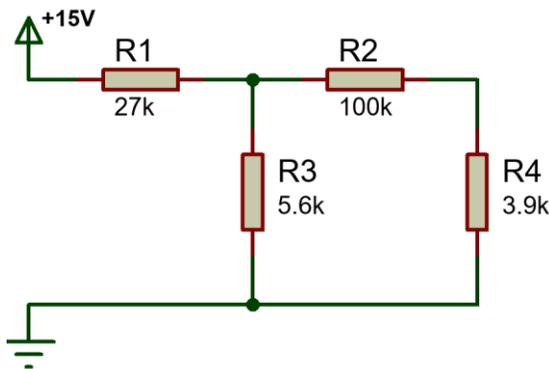

Figura 1.4. Primer circuito de prueba.
- Arme el circuito mostrado en la figura 1.4. La fuente de alimentación y la tierra se pueden encontrar en la barra de herramientas en el botón "Terminal Mode"  indicados como **Power** y **Ground**, respectivamente.
- Realice la simulación del circuito de la figura 1.4 y anote los valores de voltaje indicados por las sondas y compruebe si los cálculos de las actividades previas coinciden con la medición.